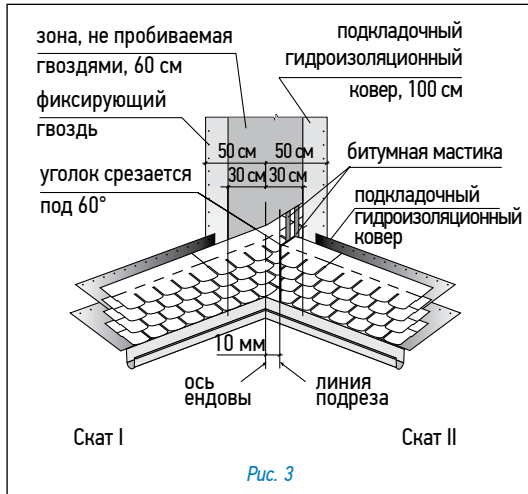

Рис. 3
### Ендова (рис. 3)
- лист, подходящий к ендове со ската II, должен доходить до линии подрезки и обрезаться по ней. Верхний уголок обрезанного края листа подрезается под углом 60° (5 × 3 см — рис. 3);